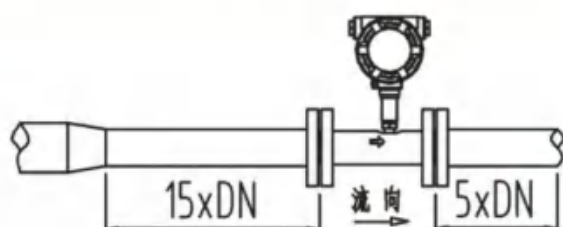

图7-3 防水接线示意图
13. 接线时先拧开表壳后盖，将信号线从防水接头送入。按照接线图示正确接线。将防水接头拧紧，并保证线缆在进入防水接头之前必须向下压弯，以确保水不会顺着线缆进入壳体内（如图7-3所示）。